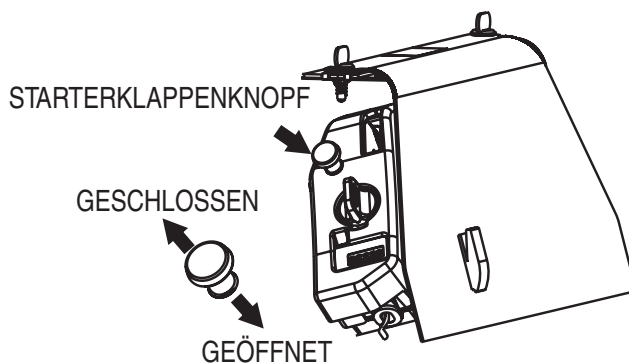

Abb. 10. Starterklappenknopf
2. Beim Starten eines kalten Motors den Starterklappenknopf (Abb. 10) herausziehen (Starterklappe geschlossen). Bei warmem Wetter oder bei aufgewärmtem Motor kann das Gerät mit halb oder ganz geöffneter Starterklappe gestartet werden.